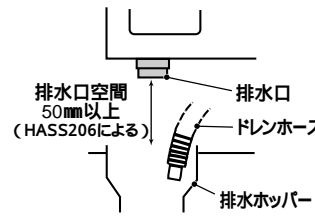

図1
- 排水口と排水ホッパーの中心位置を確実に合わせます。(中心位置がずれていると、排水時に水が飛び散って床面を濡らすことがあります。)排水口と排水ホッパーの位置がずれている場合は、銅管等を使用し、最小距離で中心を合わせてください。距離が長いと排水時間が長くなったり、途中で凍結して排水できなくなることがあります。図1